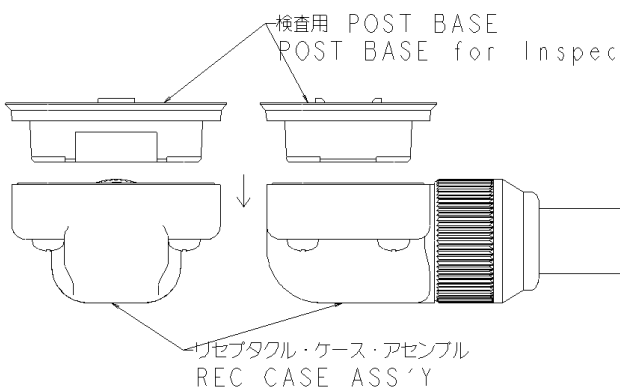
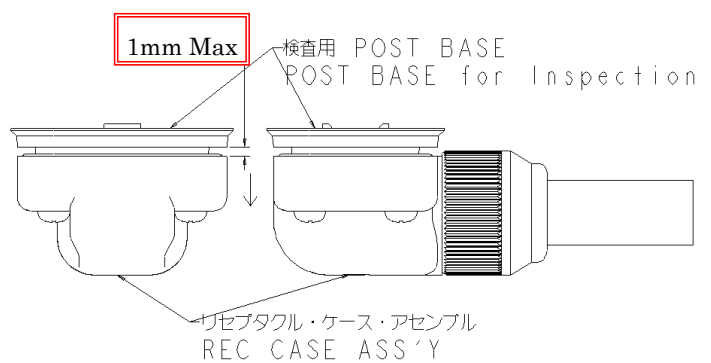

Fig. 18-1
Fig. 18-2
18) 組み立てられたリセプタクル・ケース・アセンブル内のリセ・ハウジングに傾きがないことを確認するため、検査用 POST BASE を Fig18-1 のように自然落下させ、Fig18-2 のようにリセプタクル・ケース・アセンブルと POST BASE の隙間が1mm 以内であることを確認してください。
18) To ensure no leaning on the Rec Housing in the assembled Receptacle Case Assembly, please implement a free-fall test with the POST BASE for inspection as shown in Fig 18-1 and confirm that the space between Receptacle Case Assembly and the POST BASE is within 1mm as shown on Fig 18-2.